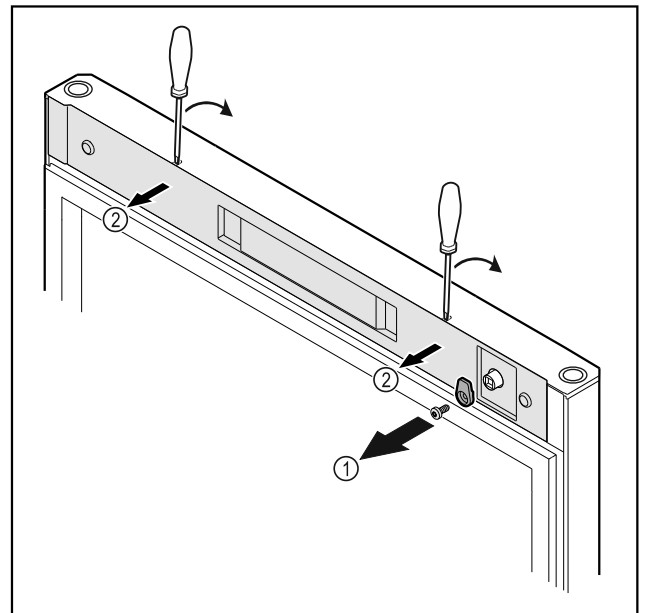

Fig. 12
- ▶ Skruva av låskroken Fig. 12 (1).
- ▶ Lossa skyddet Fig. 12 (2) med en liten skruvmejsel och ta av det.